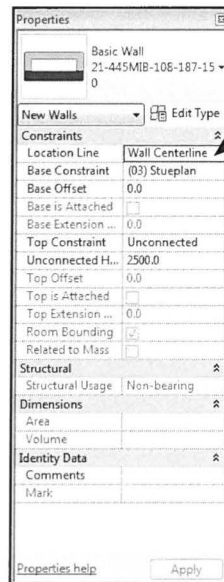
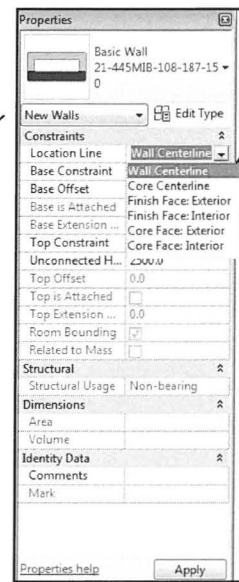

Fig. 05.05. Valgt *Location Line*.
Fig. 05.06. Mulige valg af *Location Line*.
På Fig. 05.05 ses det, at *Properties* ændre udseende. Nu oplyser *Properties* ikke længere om egenskaberne for tegnefladen, men for det valgte værktøj, i dette tilfælde væggen.
Oppefra ses *Location Line* (Fig. 05.05). Klikker man i feltet ud for *Wall Centerline*, udfoldes en dropdown menu, hvor man kan vælge mellem *Wall Centerline*, *Core Centerline* osv. (Fig. 05.06)
- Gå i *Properties* og vælg *Finish Face Exterior* (Fig. 05.06).